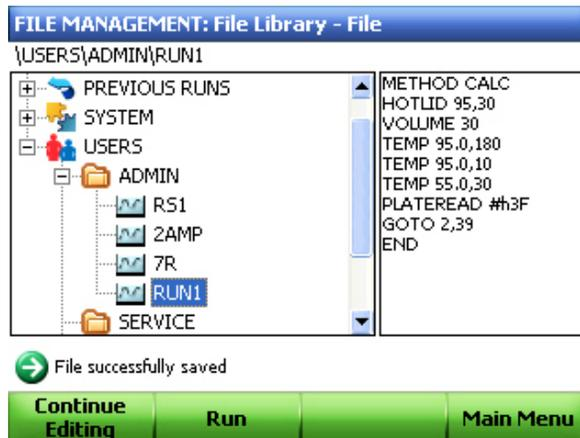

Figura 37. Protocolo correctamente guardado.
4. Clique em **Run** (Executar) (F2) para continuar a executar o protocolo (Figura 37).